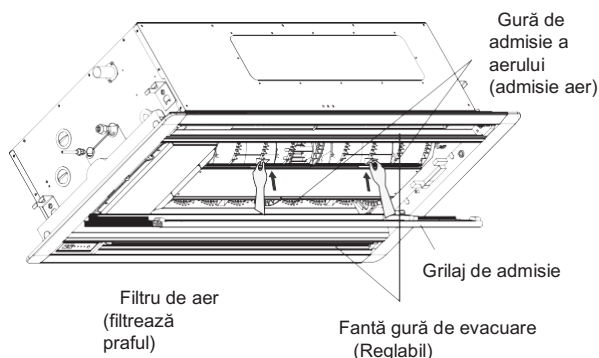

Fig.5-14
- b. Latura de admisie a aerului trebuie să fie orientată în jos atunci când folosiți apă curată. (A se vedea Fig.5-14)